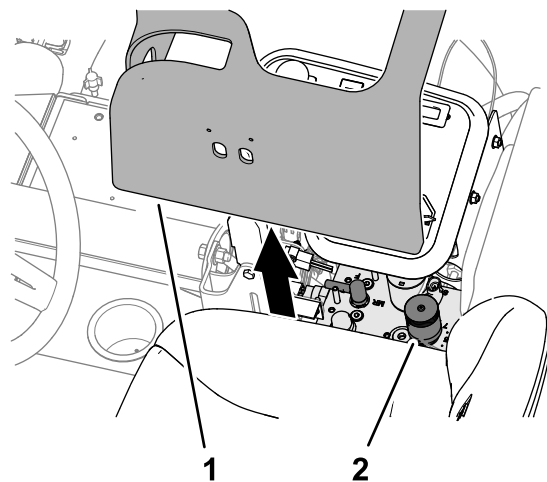

Figura 38
2. Levante a cobertura do braço de controlo (Figura 38).